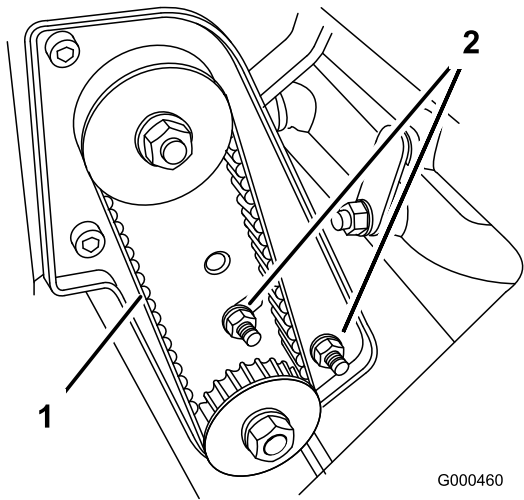

図 36
A. ベアリング・ハウジング取り付けナットをゆるめる (図 36)。
C. ベアリング・ハウジング取り付けナットを締め付ける (図 36)。ベルトを締め付けすぎないように注意する。